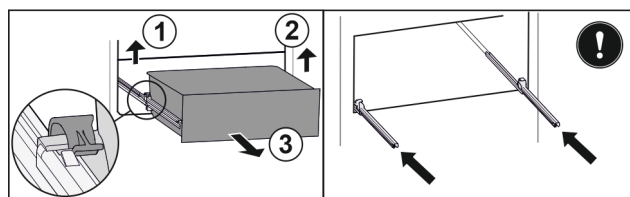

Fig. 26*
- Zvedněte levou svorku a současně vytáhněte zásuvku vlevo dopředu Fig. 26 (1).*
- Zvedněte pravou svorku a současně vytáhněte zásuvku vpravo dopředu Fig. 26 (2).*
- Zásuvku odeberte směrem dopředu Fig. 26 (3).*